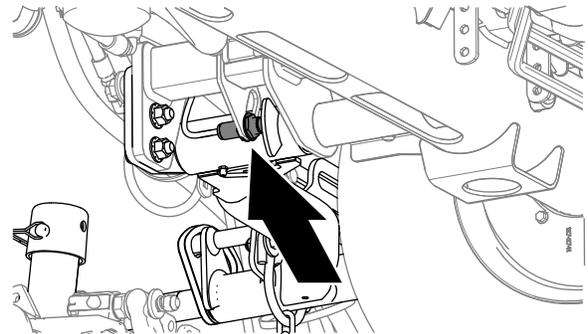

Figura 92
2. L'interruttore del braccio di sollevamento è situato sotto il serbatoio idraulico, entro bordo del braccio di sollevamento numero 5 dell'apparato di taglio (Figura 92).